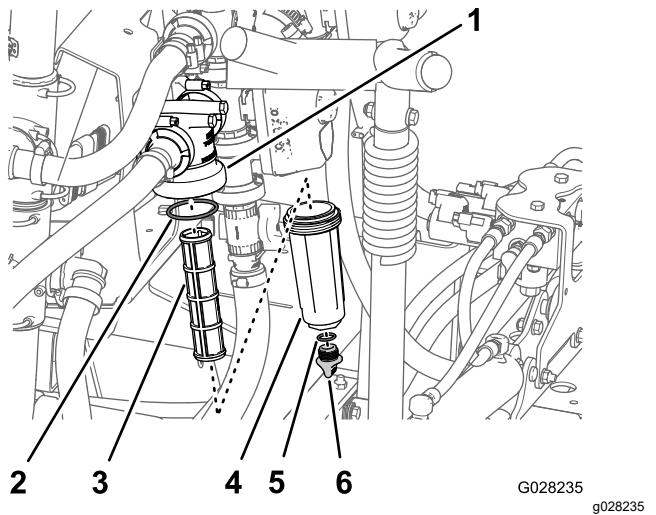

Bild 44
2. Stellen Sie eine Auffangwanne unter den Druckfilter (Bild 44).
3. Drehen Sie die Ablasskappe nach links und nehmen sie von der Glocke des Druckfilters ab (Bild 44).
4. Drehen Sie die Glocke nach links und nehmen den Filterkopf ab (Bild 44).
5. Entfernen Sie den Druckfiltereinsatz (Bild 44).
7. Prüfen Sie die Dichtung für die Ablassschraube (in der Glocke) und die Dichtung für die Glocke (im Filterkopf) auf Beschädigungen und Abnutzung (Bild 44).
8. Setzen Sie den Druckfiltereinsatz in den Filterkopf ein (Bild 44).
9. Befestigen Sie die Glocke am Filterkopf und ziehen sie mit der Hand an (Bild 44).
10. Befestigen Sie die Ablassschraube am Anschlussstück unten an der Glocke und ziehen sie mit der Hand an (Bild 44).